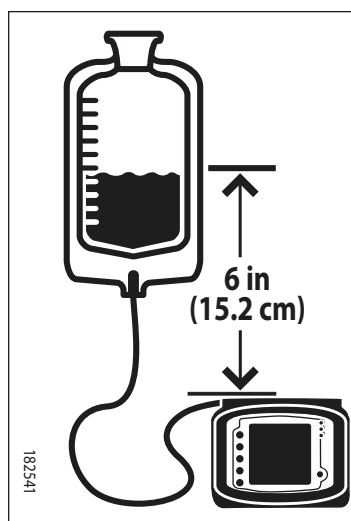

Figura 4B. Nivel de fluido correcto.
4. Cuelgue la bolsa del set para bomba, de manera que la parte superior del volumen inicial de la fórmula quede a 15 cm por encima de la bomba (Figura 4B).
7. **La parte superior del volumen inicial de la fórmula debe estar a 15 cm por encima de la bomba (Figura 4B).**